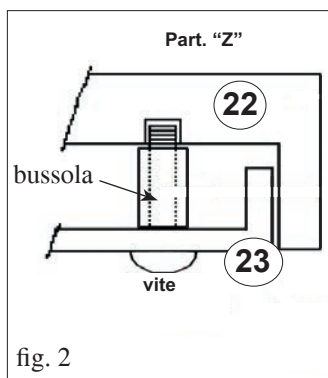

fig. 2
Per un corretto montaggio del frontalino anteriore superiore (2-2) è necessario interporre fra di esso e il frontalino (23) la bussola fornita in dotazione, come indicato nel particolare "Z" a fig. 2.